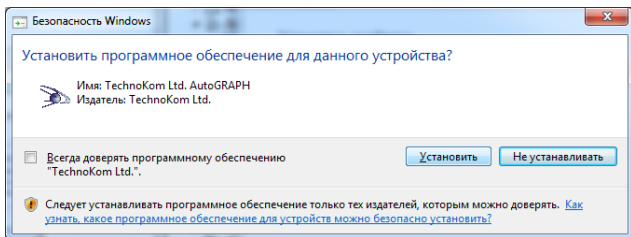

Рис. 3. Предупреждение системы.
7. В ответ на предупреждение системы нажмите кнопку «Установить» (рис.3).